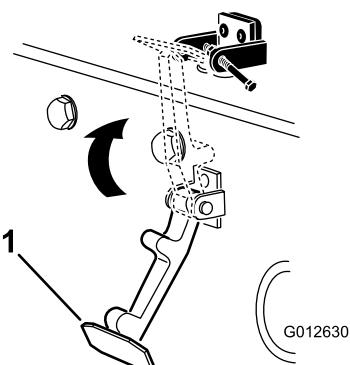

Figura 14
- Enganche el cierre en el cerradero del capó (Figura 14).